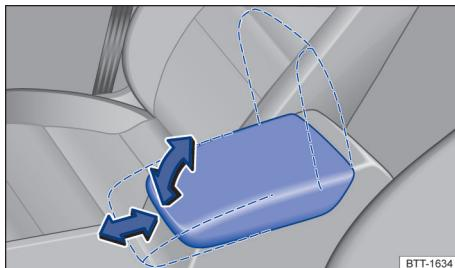

Fig. 101 Descansa-braço central (Variante 1).
- Para *levantar*, puxar o descansa-braço central gradativamente para cima no sentido da seta → Fig. 101.
- Para *ajustar longitudinalmente*: deslocar o descansa-braço central totalmente para frente → Fig. 101 ou totalmente para trás.